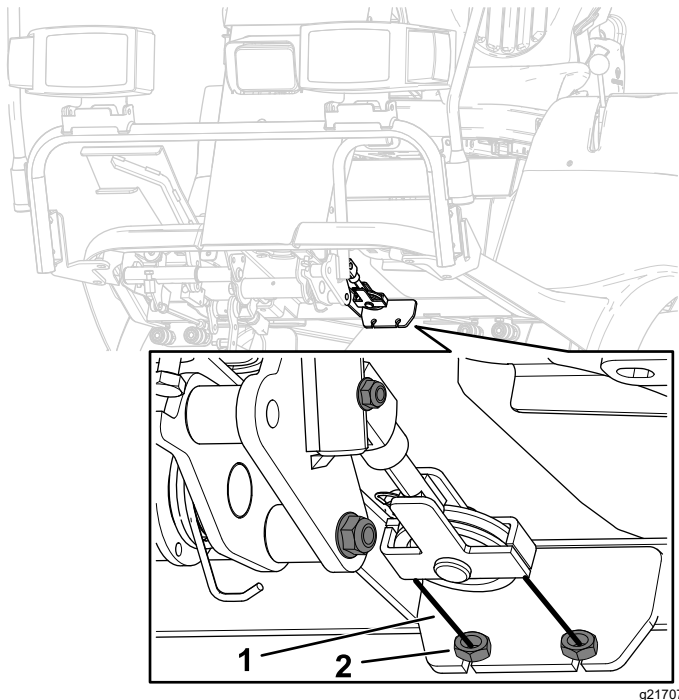

Bild 87
3. Sollte eine Einstellung erforderlich sein, lösen Sie die Klemmmuttern vorne und hinten an jeder Seite des Bremszugs (**Bild 87**).